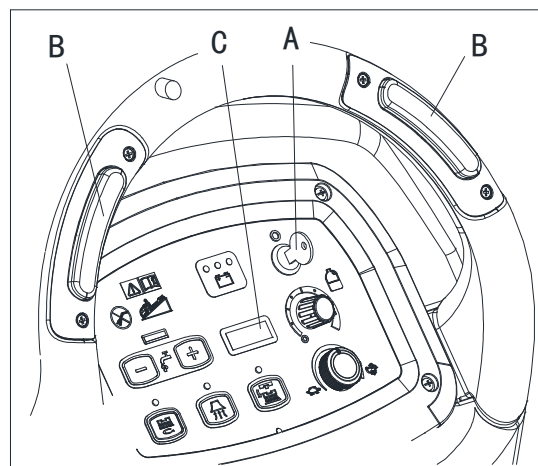

Figure 25
1. Tourner la clé de contact (A, Fig. 25) sur "I".
2. Appuyer sur le commutateur (B) et lire sur le compteur horaire (C) le nombre total d'heures de travail (récupération/séchage) effectuées par la machine.
3. Appuyer encore sur le commutateur (B).
4. Tourner la clé de contact (A) sur "0".